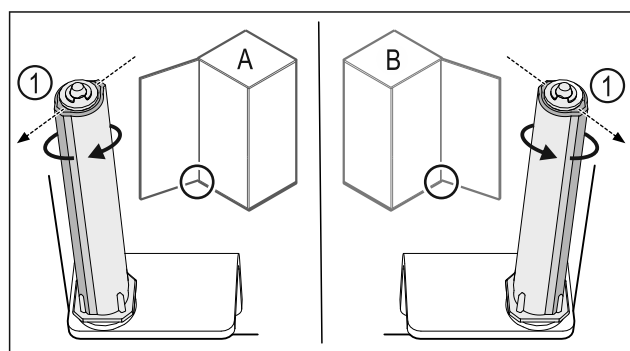

Fig. 55 Levý doraz (A) / pravý doraz (B)
- ▶ Otáčejte uzavíracím systémem proti odporu, dokud nebude lamela uzavíracího systému Fig. 55 (1) ukazovat směrem ven.